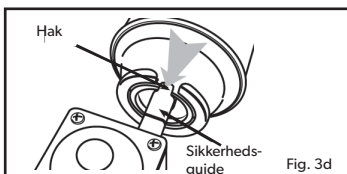

Fig. 3d
- Tilslut patronen vandret, og sørg for, at hakket er i overensstemmelse med sikkerhedsguiden (som vist i fig. 3d).